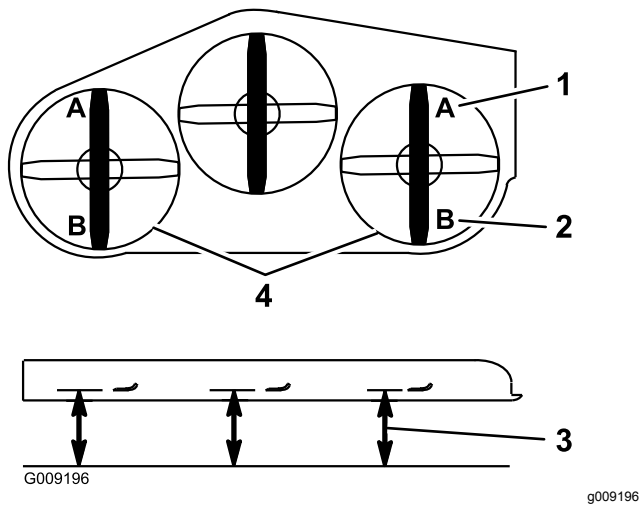

Figure 87
9. De chaque côté du tablier de coupe, mesurez la distance entre la surface plane et la pointe avant de la lame (position A), comme montré à la Figure 87.
16. De chaque côté du tablier de coupe, mesurez la distance entre la surface plane et la pointe arrière de la lame (position B), comme montré à la Figure 87.